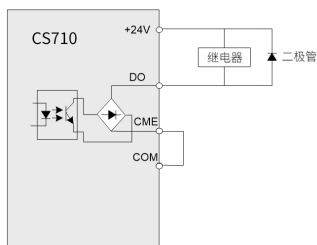

图 3-67 数字输出端子接线示意图
- * 一定要正确安装吸收二极管的极性。如图 3-67。否则当数字输出端子有输出时，马上会将直流 24V 电源烧坏。